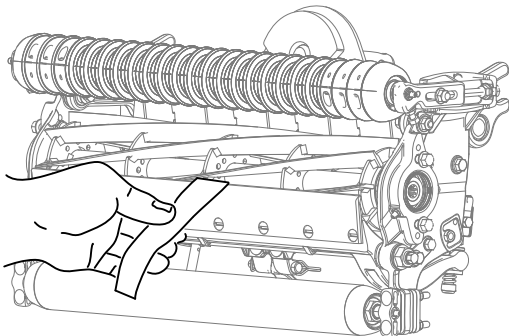

Figure 7
2. Contrôlez la performance de coupe en insérant une longue bande de papier de performance de coupe (réf. Toro 125-5610) entre le cylindre et la contre-lame, perpendiculairement à la contre-lame (Figure 7). Faites tourner lentement le cylindre en avant ; il devrait couper le papier.